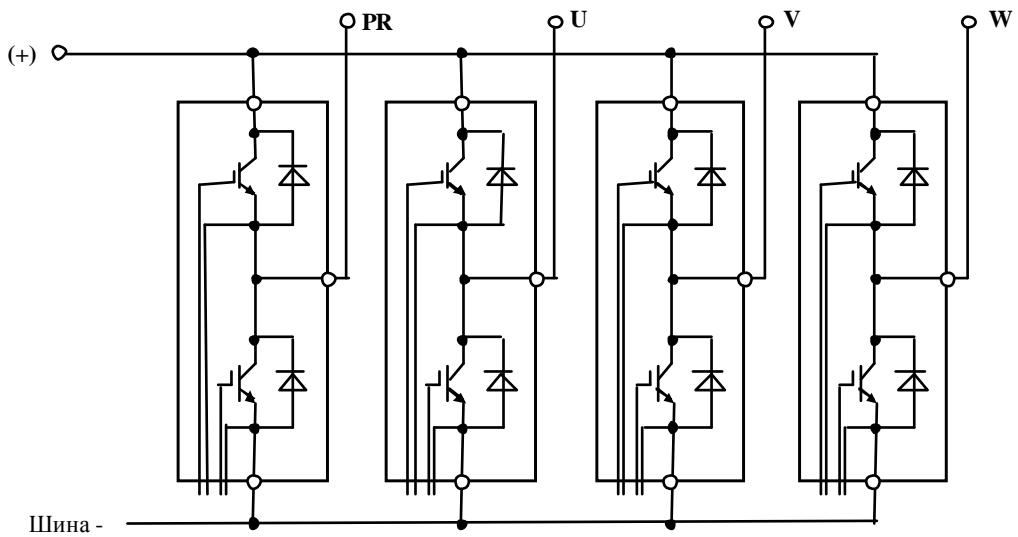

Рис.4.10
4.8.1. Электрическая принципиальная схема модулей IGBT приведена на рис.4.10. (на схеме также показаны внешние силовые клеммы ПЧ).